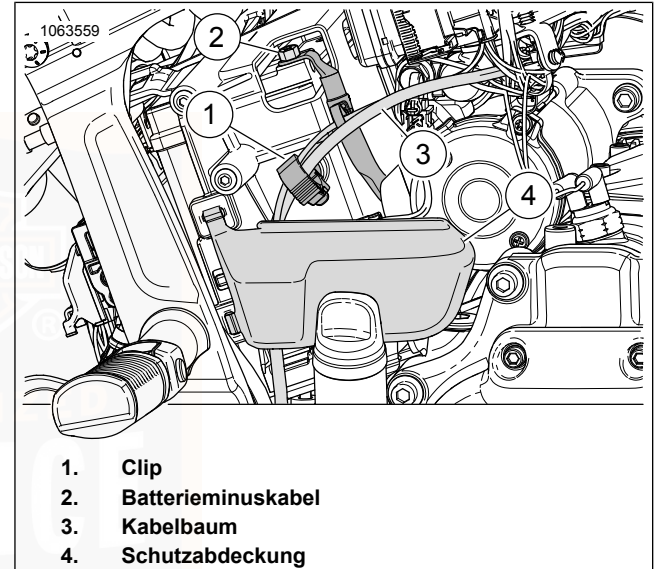
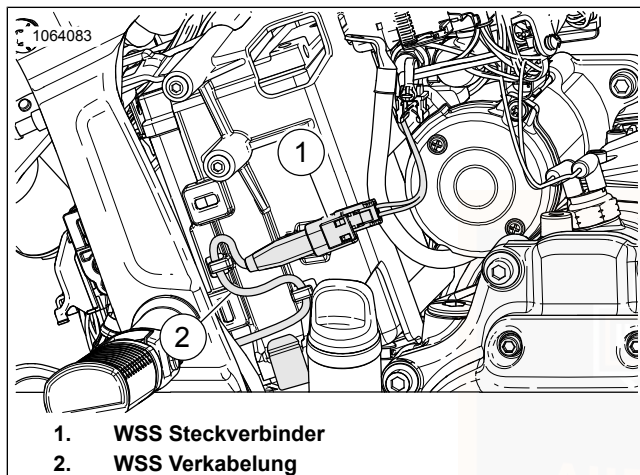
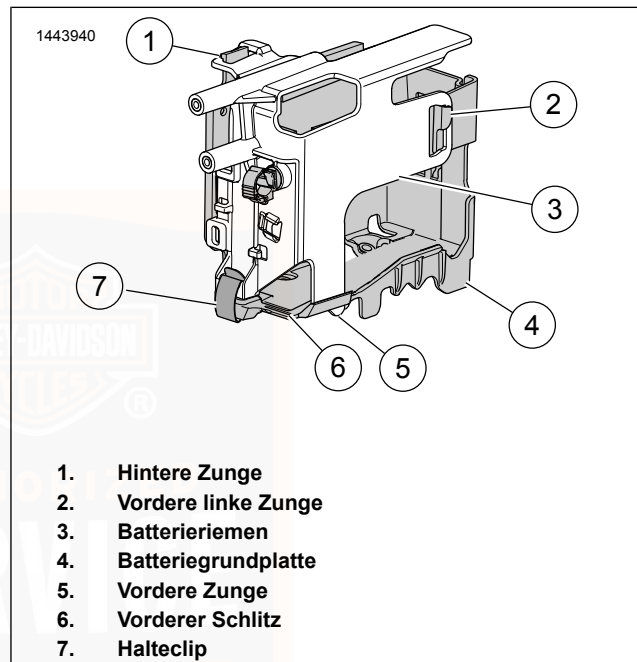

Abbildung 74. Batterieminuskabel und Schutzabdeckung
Abbildung 75. WSS und Verkabelung
Abbildung 76. Batterieriemen und -grundplatte: (Zur besseren Sicht ausgebaut)
3. Siehe Abbildung 74. Batterieminuskabel abklemmen (2).
4. Die Schutzabdeckung (4) entfernen.
5. Clip (1) öffnen und den Kabelbaum (3) zur Seite schieben.
6. Siehe Abbildung 75. Raddrehzahlsensor (WSS)-Steckverbinder (1) abziehen.
7. Entfernen Sie die WSS Verkabelung (2) von den Kabelführungen und dann die Verkabelung aus den Batterieriemen.
8. Siehe Abbildung 76 . Den Batterieriemen abnehmen.
- a. Den Sicherungsclip (7) entfernen.
- b. Die hintere Zunge (1) vom Batterieriemen (3) zur Batteriegrundplatte (4) abklemmen.
- c. Die vordere linke Zunge (2) vom Batterieriemen zur Batteriegrundplatte abklemmen.
1. Siehe Abbildung 76 . Batterie in Batteriegrundplatte einbauen.
4. Den Batterieriemen (3) anbringen.
- b. Die vordere linke Zunge (2) vom Batterieriemen zur Batteriegrundplatte anschließen.
- c. Die hintere Zunge (1) vom Batterieriemen zur Batteriegrundplatte anschließen.
- d. Den Halteclip (7) schließen.
5. Siehe Abbildung 75. Die WSS-Verkabelung (2) am Batterieriemen anbringen.
6. Den WSS-Steckverbinder (1) abziehen.
7. Siehe Abbildung 74. Kabelbäume (3) und Verschluss-Clip (1) positionieren.
8. Das Batterieminuskabel (2) an den Minuspol der Batterie anschließen. Festziehen. 8,1–10,8 N·m (72–96 **in-lbs**)
9. Die Schutzabdeckung (4) anbringen.